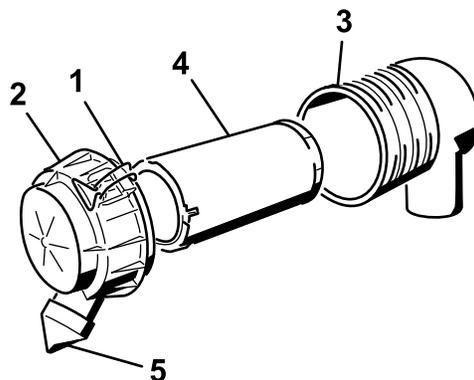

図 22
3. エアフィルタのラッチを外し、ボディーからカバーを抜き出す 図 22。
6. エアフィルタのボディーから、フィルタを静かに引き出す (図 22)。
8. 注意深くフィルタを取り付ける 図 22。
9. ダストキャップを下に向けてエアクリーナカバーを正しく取り付け、ラッチを掛ける 図 22。